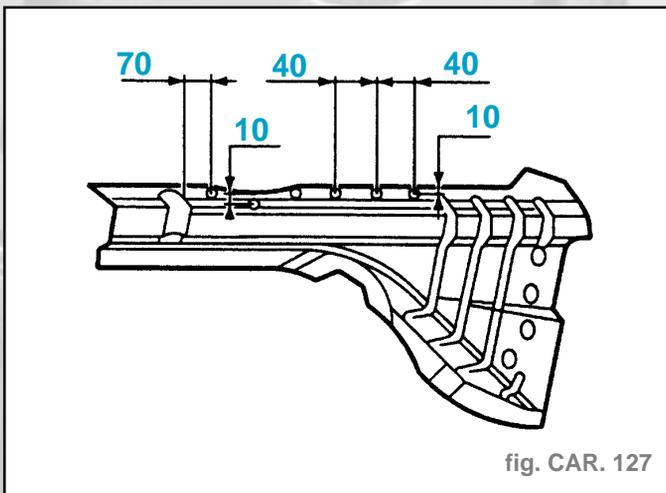

fig. CAR. 127
- Tracer puis percer à diamètre **6,5 mm** pour soudage ultérieur par points bouchons (fig. CAR. 127 et 128)